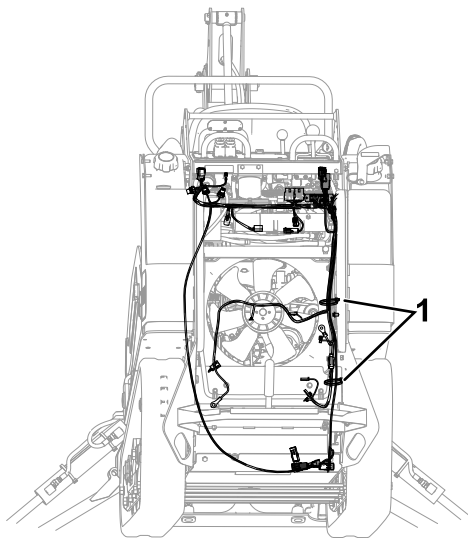

Bild 15
12. Befestigen Sie den Kabelbaum mit den beiden verbleibenden Kabelbindern am Kabelbaum der Zugmaschine, wie in Bild 15 dargestellt.